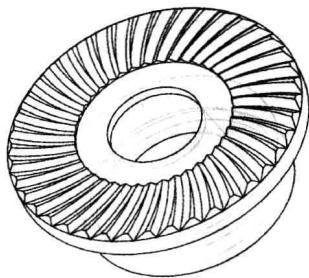

图 1-16 “隐藏线”显示
⑤“隐藏线”：模型可见边线着色，隐藏边线也着色，隐藏线和可见边线颜色不同，如图 1-16 所示。